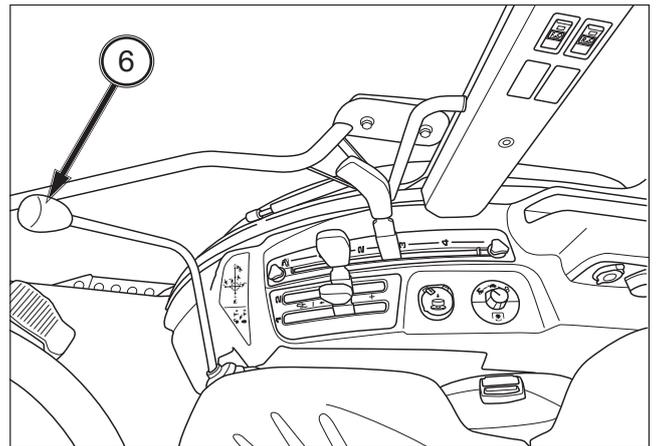

FIG. 103
FIGS. 103 & 104: El mando monopalanca (1) permite el manejo de la válvula auxiliar con un «joystick». Al mover la palanca hacia atrás y hacia delante se mueve la bobina 1+ / 1- en la válvula de control, subiendo y bajando respectivamente el cargador (u otro accesorio). Al empujar la palanca completamente hacia delante, la palanca se mantiene en posición de «flotación» para que el accesorio pueda seguir el contorno del suelo. Al mover la palanca de lado a lado se mueve la bobina de la válvula 2+ / 2- y se controla la posición de la cuchara del cargador. Al tirar de la palanca a la izquierda, la cuchara se retrae, y al empujar la palanca a la derecha, la cuchara se vacía. Al empujar la palanca totalmente hacia la derecha, se mantiene en posición «regenerativa», de modo que la cuchara se pueda vaciar rápidamente. Al usar con una cuchilla, se puede controlar el ángulo (izquierda y derecha).